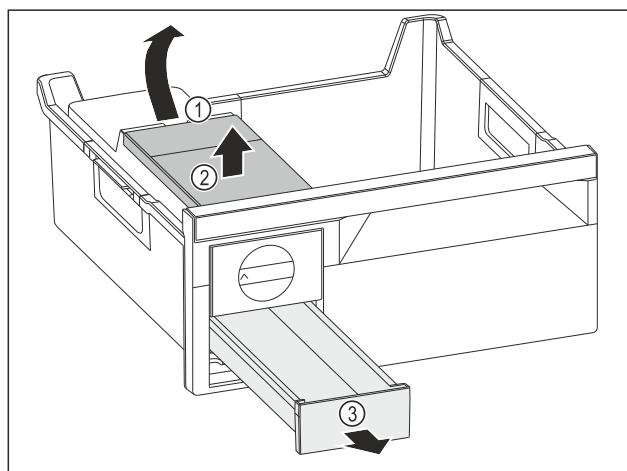

Fig. 120
- Retirer le réservoir d'eau : Soulever le réservoir d'eau hors de l'évidement Fig. 120 (1).
- Retirer le réservoir d'eau Fig. 120 (2) vers le haut.
- Retirer le compartiment à glaçons Fig. 120 (3) vers l'avant.